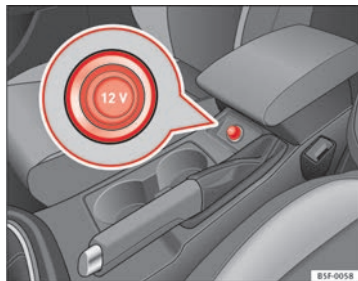

Abb. 77 Mittelkonsole:
- Ziehen Sie den Stecker in der Mittelkonsole aus der Steckdose heraus ⇒ Abb. 77.